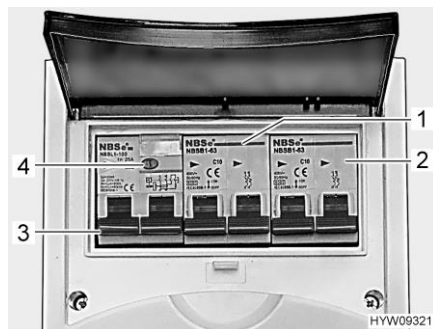

Bild 107 Leitungsschutzschalter und FI-Schalter (230-V-Sicherungskasten)
Ein Fehlerstrom-Schutzschalter (FI-Schalter) (Bild 107,3) im Sicherungskasten sichert das gesamte Fahrzeug gegen Fehlerstrom (30 mA) ab.
Der nachgeschaltete Leitungsschutzschalter (10 A) (Bild 107,1) sichert die 230-V-Steckdosen, den Elektroblock, das Zusatz-Ladegerät und den Kühlschranks ab.
Bei Fahrzeugen mit Sonderausstattung, z. B. Dachklimaanlage, sichert ein zusätzlicher Leitungsschutzschalter (16 A) (Bild 107,2) das Gerät ab.
- Wenn das Fahrzeug an die 230-V-Versorgung angeschlossen ist, die Prüftaste (Bild 107,4) drücken. Der Fehlerstromschutzschalter (FI) muss auslösen.